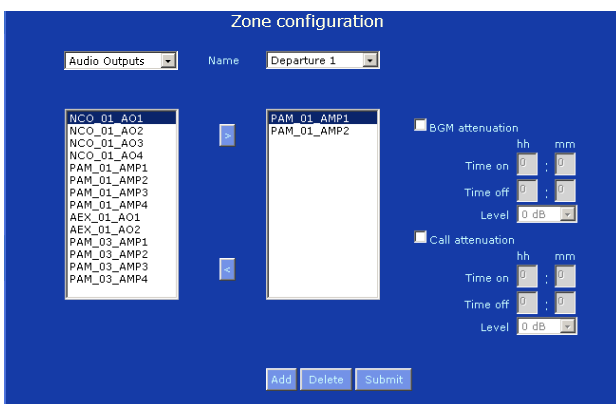

figura 34.10: Cancellazione di una zona, passaggio 1
- 1 Andare a *Configure > Zone & Amplifier > Zone configuration*. Appare una schermata simile a quella in figura 34.10 .